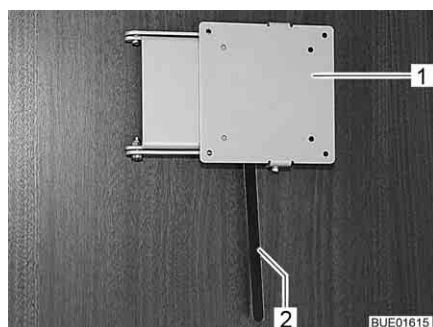

Fig. 77 Supporto con leva di sbloccaggio
- Spingere di lato la leva di sbloccaggio (Fig. 77,2) e ruotare il supporto (Fig. 77,1) con lo schermo piatto nella posizione desiderata.
- Riportare indietro lo schermo piatto finché il supporto (Fig. 77,1) non si innesta nel bloccaggio.